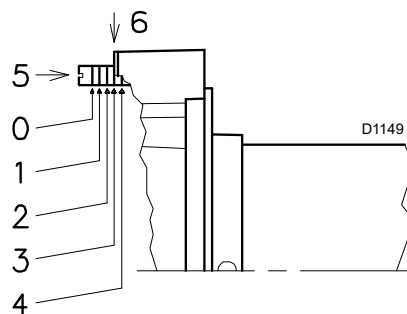

Рис. 18
- Поверните винт 5 (Рис. 18) до совмещения указанной на графике метки (Рис. 19) с передней плоскостью фланца 6 (Рис. 18).
- Из графика (Рис. 19) следует, что для этого расхода необходимо установить головку сгорания на метку 3, как показано на Рис. 18.